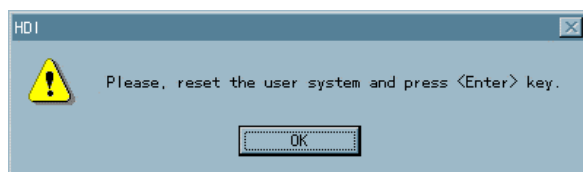

図 4.6 リセット要求ダイアログ
- PCの画面にダイアログ（図4.6参照）が表示されるので、SH7705SEのリセットスイッチ（SW1）をONにし、CPUをリセット後、「OK」ボタンをクリックまたは、<Enter>キーを押してください。